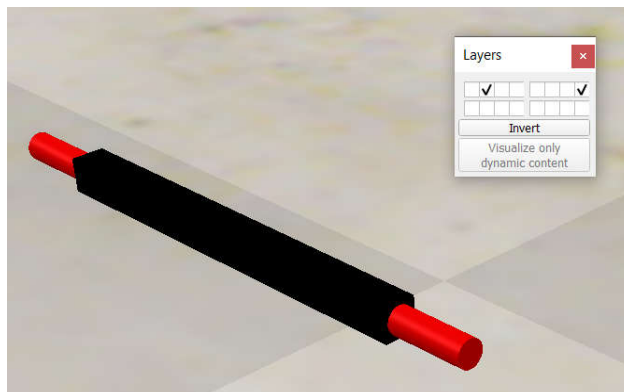

Рис. 7. Отображение визуальных объектов заднего моста робота
13. Создайте оси для визуализации крепления колес и прикрепите их к балке моста. Для построения оси щелкните в рабочей области сцены правой кнопкой мыши и во всплывающем меню выберите пункт «*Add – Primitive shape – Cylinder*» (Добавить – Примитивная форма - Цилиндр). Диаметр (X=Y)[в метрах]: **5e-3**, а длина по оси Z: **1.5e-2**. Назовите первую ось «*RightAxis\_visual*». Поверните созданный объект вокруг оси Y на **90** градусов. Для этого на верхней панели инструментов нажмите пиктограмму . В появившемся диалоговом окне «*Object/Item/Orientation*» (Объект/Элемент – Ориентация) выберите закладку «*Rotation*» (Вращение). В поле «*Around Y*» (Вокруг Y) введите значение **90** и нажмите кнопку «*Y-rotate sel.*» (Y-вращение выбранной формы-объекта). Теперь нужно совместить ось с правым торцом задней балки. Используя диалоговое окно «*Object/Item Translation/Position*» с выбранной закладкой «*Position*» (Позиция) поместите центр правой оси по мировым (World) координатам в точку **(4.75e-2; -4.5e-2; 2.5e-2)**. Отключите динамические свойства объекта «*RightAxis\_visual*». Произвольно настройте его спектральные (цветовые) характеристики и включите все специальные свойства. Прикрепите объект «*RightAxis\_visual*» ко 2 группе визуального слоя. Создайте копию объекта «*RightAxis\_visual*». Назовите копию «*LeftAxis\_visual*» и поместите ее центр в точку **(-4.75e-2; -4.5e-2; 2.5e-2)** мировых координат. Если теперь с помощью диалогового окна «*Layers*» оставить включенными только 2 и 8 группу визуального слоя, то на сцене останутся визуальные объекты заднего моста (рис. 7). Созданные оси должны только создавать иллюзию вращения колес вокруг них, но не должны взаимодействовать с колесами как динамические объекты. Поэтому динамических копий объектов «*RightAxis\_visual*» и «*LeftAxis\_visual*» делать